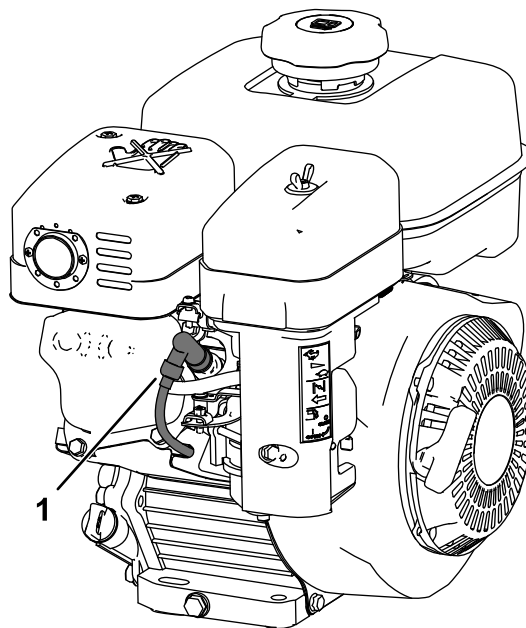

Figure 5
5. Débranchez le fil de la bougie (Figure 5).